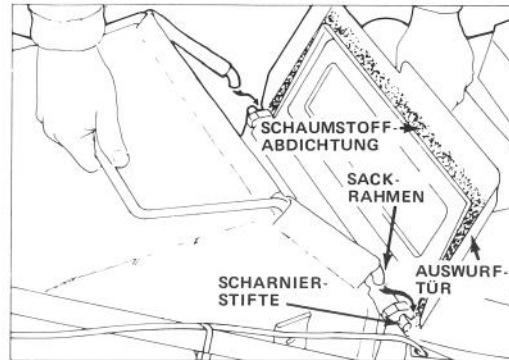

Bild 13
2. EINBAU DES SACKS – Auswurfür anheben und Sackrahmen auf Scharnierstifte haken (Bild 13). Den Sack auf dem Mähergehäuse über der Auswurföffnung aufliegen lassen. Tür schließen und sicherstellen, daß der obere Rand der Sacköffnung abgedichtet ist.